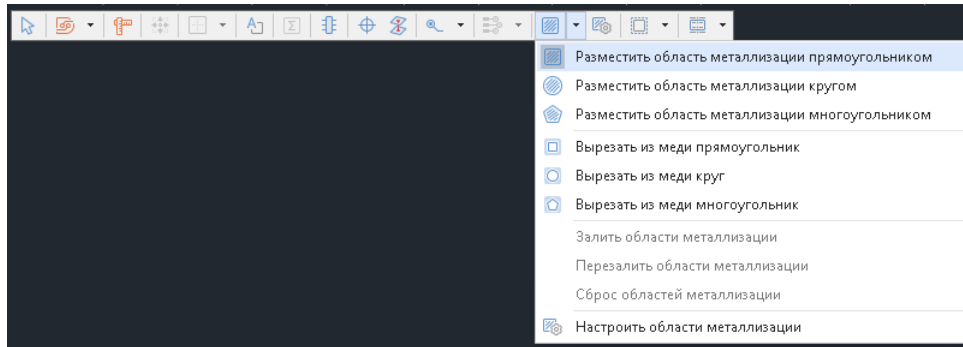

Рис. 380 Включение инструмента «Разместить область металлизации» из встроенной панели редактора с выбором формы контура
2. Активировать инструмент «Разместить область металлизации» с выбором фигуры контура области металлизации, см. Рис. 380.